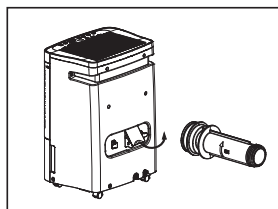

fig. 1
- Abra la tapa del drenaje en la parte posterior de la unidad y saque el conector del drenaje del paquete de accesorios. (fig.1)